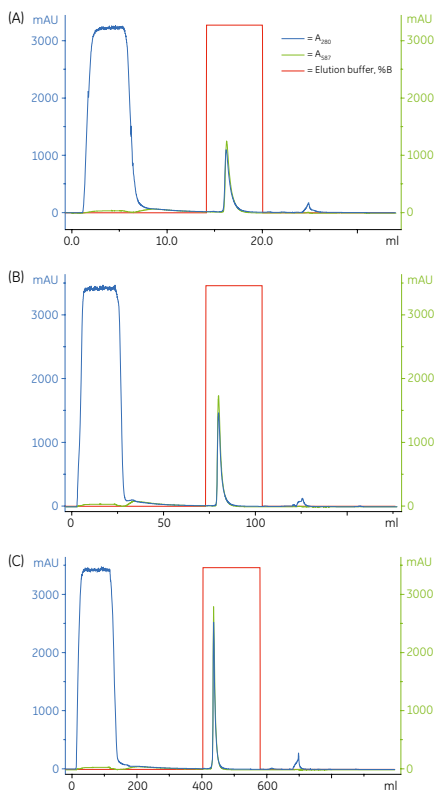

图7.4 六组氨酸-mCherry- Strep-tag II 蛋白纯化的规模放大。(A) StrepTrap HP 1毫升, (B) StrepTrap HP 5毫升, (C) 装有StrepTactin Sepharose High Performance的XK 26/20柱子29毫升、柱床高度5.5厘米。
规模放大时，一般保持柱床高度和线性流速（厘米/小时）不变，而增加柱床的直径和体积流速（毫升/分钟）。参见图7.4获得使用此柱料规模放大的例子。
- 通过增加样品上样量和增加流速五倍，从1毫升到5毫升StrepTrap HP柱子的规模扩大很容易进行。另外一种快速规模扩大的方法是，依次串联连接两个或者三个StrepTrap HP柱子（后压力会增加）。参见图7.4获得使用这种柱料进行规模扩大的例子。
使用的蛋白是双标签的荧光蛋白，E. coli裂解液中含有的六组氨酸-mCherry- Strep-tag II 蛋白（相对分子量31 000），可以在587纳米和280纳米检测到。首先进行了StrepTrap HP1毫升柱子的纯化，然后扩大规模到5毫升柱子，接着进一步扩大到29毫升的XK 26/20柱子，预装有StrepTactin Sepharose High Performance（柱床高度5.5厘米）。所有柱子的阻滞时间大约为两分钟。图7.4显示了色谱图和运行条件。